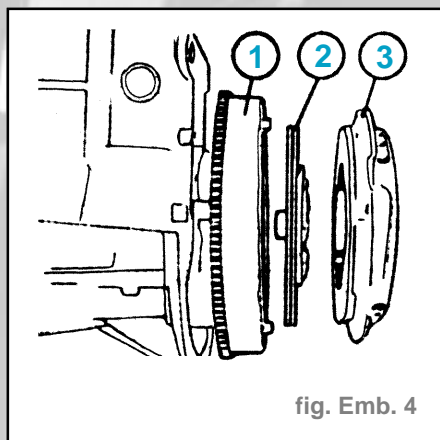

fig. Emb. 4
- La face la plus plate du disque d'embrayage doit être orientée vers le volant-moteur (fig. Emb. 4).